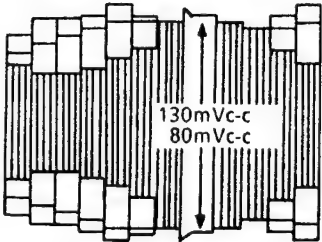

Figure 2-14.
- 6. Ajuster R208 de sorte que l'extrémité de synchronisation soit de 130 ± 5 mVc-c (VC-48FPM) 80 ± 5 mVc-c (VC-58FPM, VC-68FPM) comme indiqué dans la Figure 2-14.